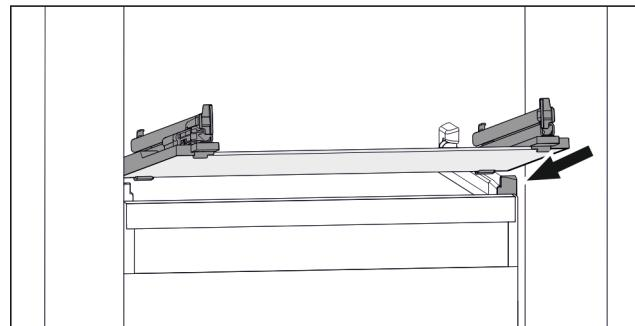

Fig. 85 Примерное отображение стеклянной пластины
- Наклоняя вниз, установите стеклянную пластину за стопоры. (см. Fig. 85)